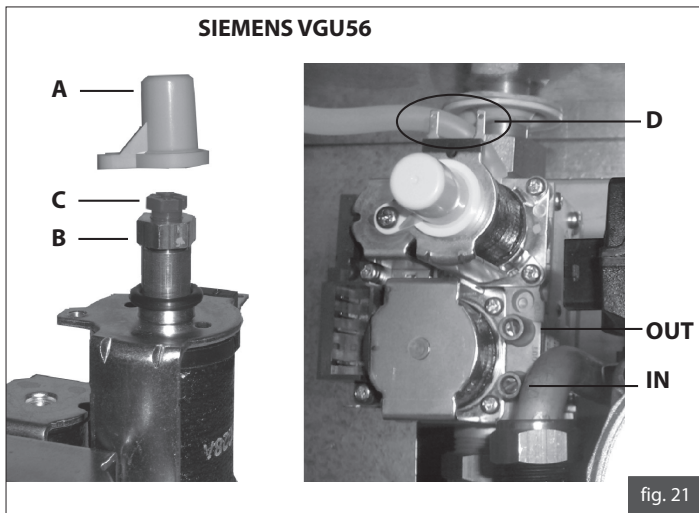
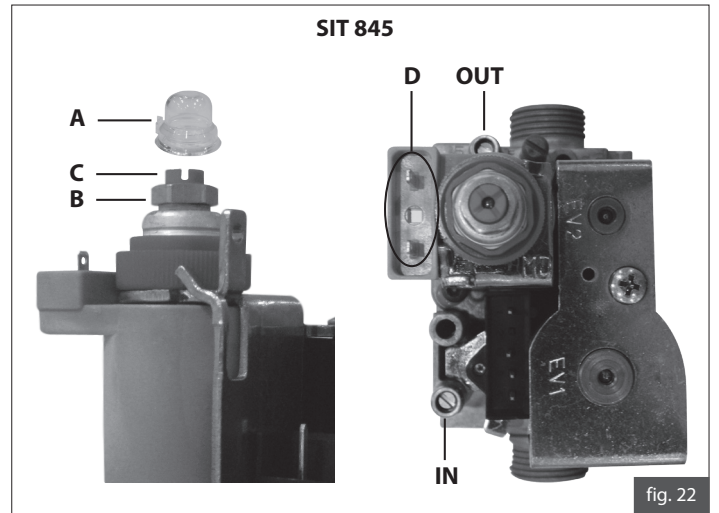
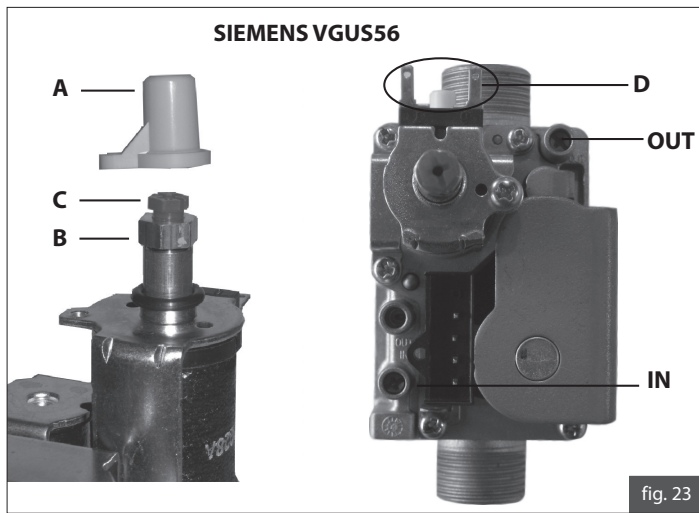

fig. 21
fig. 22
fig. 23
- rimuovere il coperchio in plastica A (fig. 21 o fig. 22 o fig. 23), posto alla sommità della bobina del modulatore, che protegge le viti di regolazione del regolatore di pressione;
- collegare un manometro alla presa di pressione IN (fig. 21 o fig. 22 o fig. 23) per verificare la pressione in ingresso e OUT (fig. 21 o fig. 22 o fig. 23) per verificare la pressione in uscita;
- girare in senso ORARIO il dado B in ottone di regolazione del massimo (fig. 21 o fig. 22 o fig. 23) per aumentare la pressione agli ugelli, girarlo in senso ANTIORARIO per diminuire la pressione agli ugelli;
- scollegare elettricamente la bobina del modulatore D (fig. 21 o fig. 22 o fig. 23);
- per regolare il valore della pressione, tenendo bloccato il dado B in ottone con una chiave da 10 mm (fig. 21 o fig. 22 o fig. 23), girare la vite C in plastica in senso ORARIO per aumentare la pressione, in senso ANTIORARIO per diminuirla;